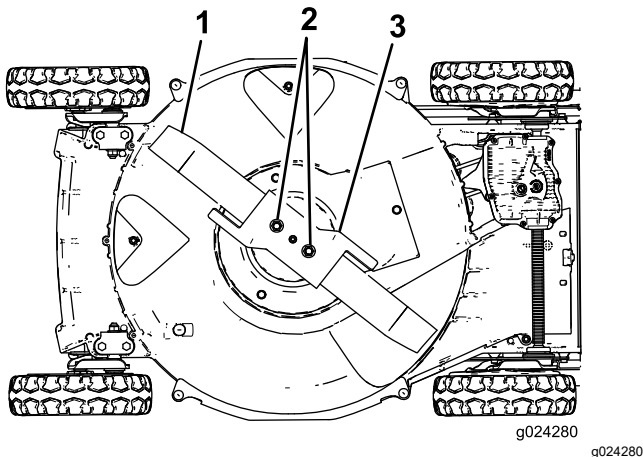

Bild 28
5. Kippen Sie die Maschine auf die **rechte** Seite (Luftfilter nach oben), wie in Bild 28 abgebildet.